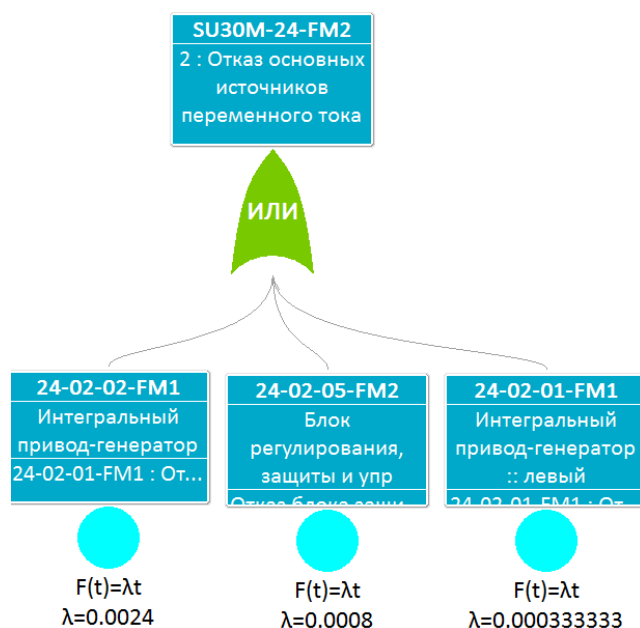

Рис. 11-101 –Связь ФО и КО
- 3) В результате откроется окно «Дерево отказов», где отображается связь ФО с КО (рис. 11-101). Если к данному отказу приводит одновременное возникновение нескольких КО, то связь между ними будет типа «И». Если к ФО приводит возникновение любого из связанных с ним КО, то связь будет типа «ИЛИ».
В поле «Пояснения» выводится значение допустимой вероятности сочетания отказов для типа авиации, который указан для данной БД. Это значение необходимо сравнить с произведением интенсивностей КО. Интенсивности отказов выводятся в окне «Дерево отказов» (параметр λ на рис. 11-101). Допустимые вероятности сочетания отказов для разных видов авиации и последствий приведены в таблице 8.